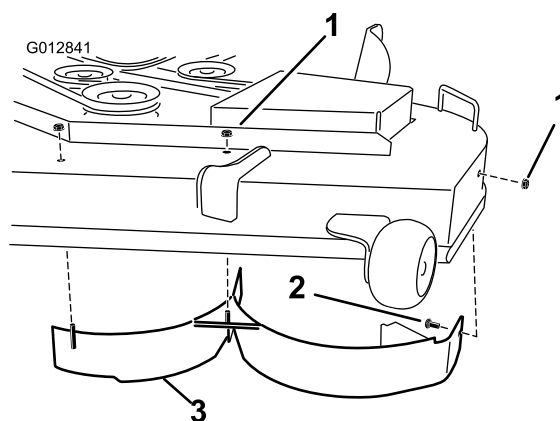

Figura 29
6. Retire las dos contratuercas (5/16") de las clavijas soldadas del deflector izquierdo, en la parte superior de la carcasa de corte, en las posiciones centro y centro izquierda (Figura 29). Retire el perno de cuello cuadrado y la contratuerca, situados en la pared lateral de la carcasa del cortacésped, que sujetan el deflector izquierdo a la carcasa.
7. Retire el deflector izquierdo de la carcasa de corte según se muestra en Figura 29.